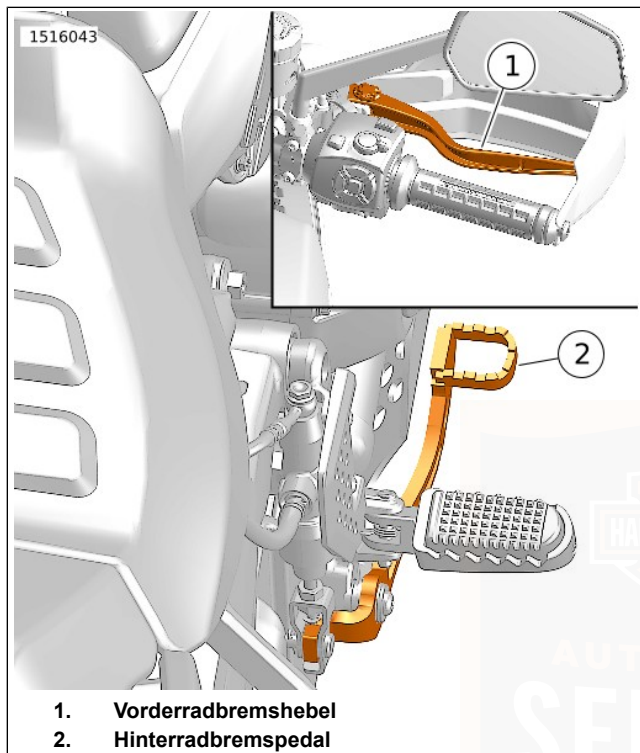

Abbildung 46. Bedienungselemente für Bremsen
Siehe Abbildung 46. Mit dem Vorderradbremshelb (1) wird die Vorderradbremse betätigt. Der Helb befindet sich am rechten Lenker. Den Handhebel mit den Fingern der rechten Hand betätigen.
Siehe Abbildung 46. Mit dem Hinterradbremspedal (2) wird die Hinterradbremse betätigt. Das Pedal befindet sich auf der rechten Seite. Das Hinterradbremspedal mit dem rechten Fuß betätigen.